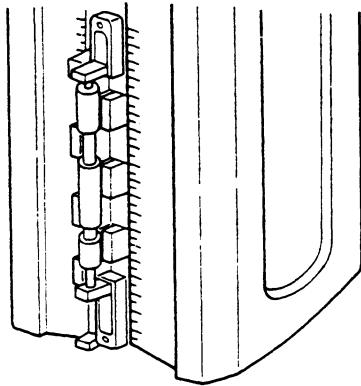

Fig. 19
- 内側マイクロメータのゼロセットには、補助ブロックとクランプボックス各2組必要です (Fig.19)。